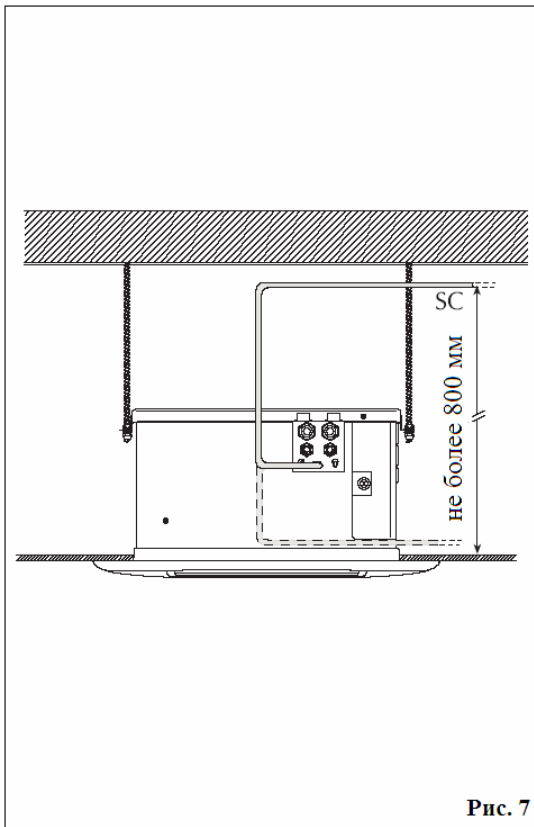

Рис. 7
- Снимите клеппер, прикрепленный к корпусу доводчика четырьмя винтами-саморезами (рис. 7).